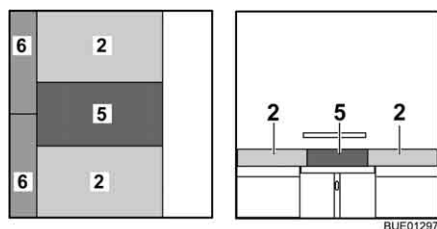

Fig. 125 Depois da transformação
- Coloque o estofado adicional (Fig. 125,5) entre os estofos do assento em cima da mesa.
- Coloque os estofos adicionais (Fig. 125,6) entre os estofos do assento e a parede.